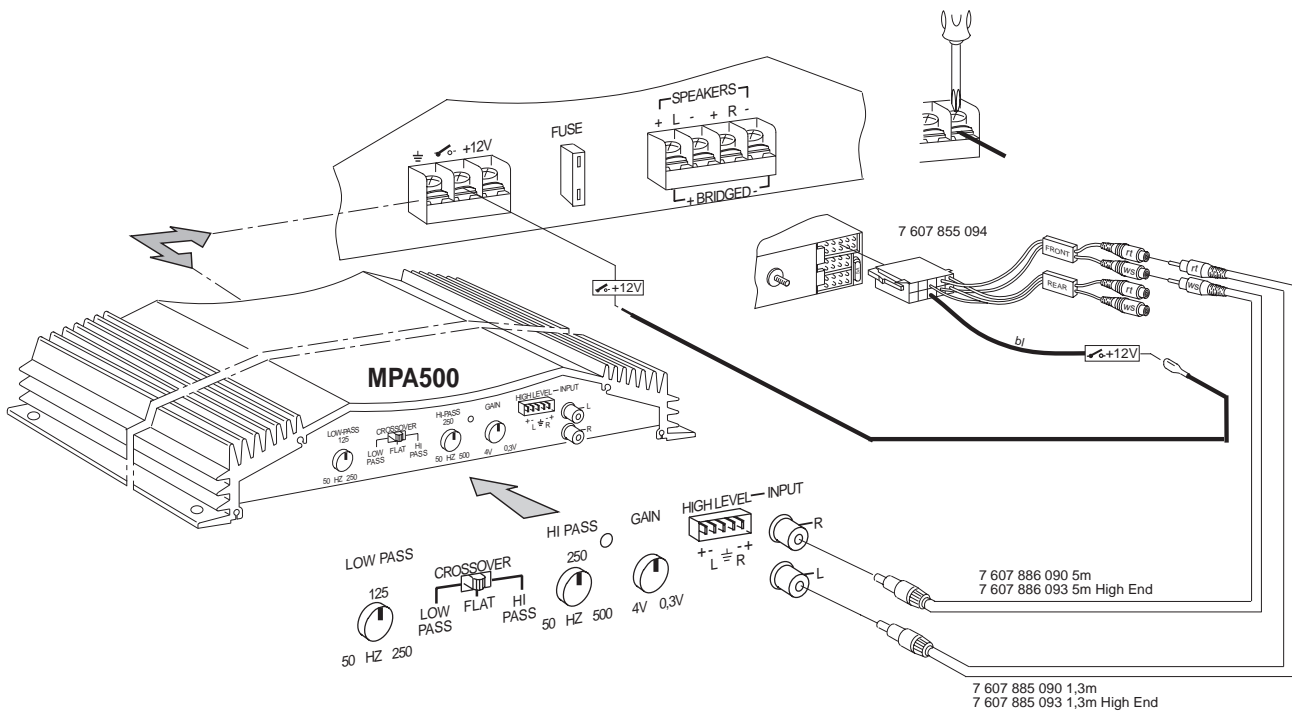

Fig. 3
Conexión en autorradios con conector ISOpor Cinch fig. 3
- Ligação à auto-rádios com ligação ISO através da tomada Cinch^ Fig. 3